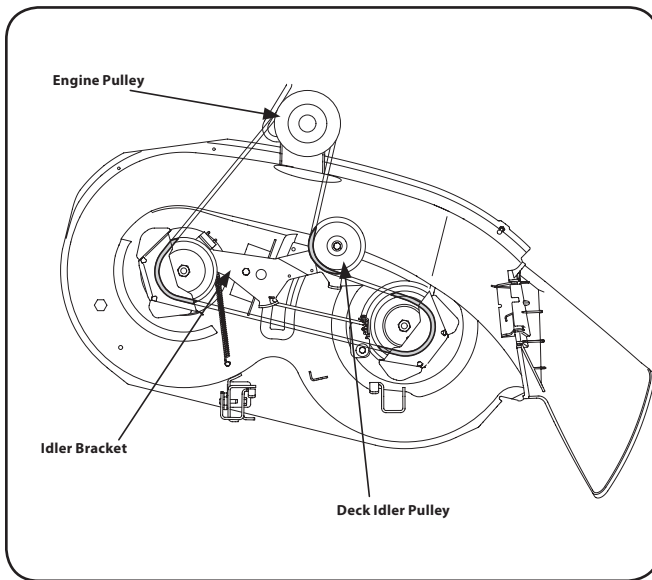

Figura 7-8
5. Ruta de la nueva correa como se muestra en la figura. 7-8.